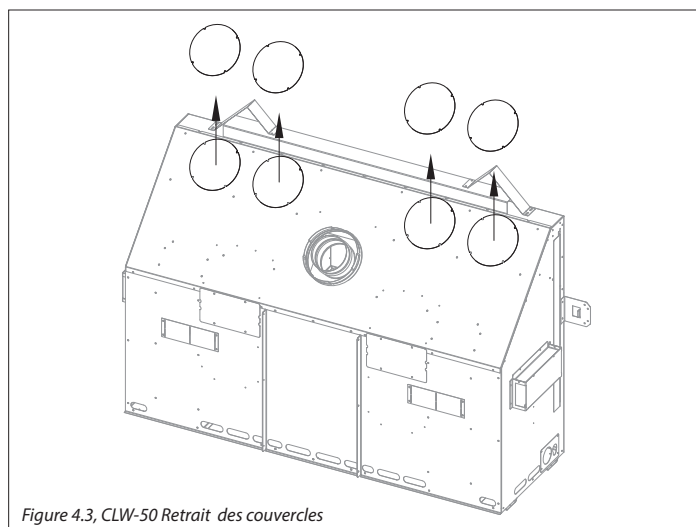

Figure 4.3, CLW-50 Retrait des couvercles
BHM-44: Le déflecteur est fixé par le clip de déflecteur par (2) vis situé au centre avant, et par (2) vis juste derrière le bord supérieur de l'ouverture du foyer (voir Figure 4.3)